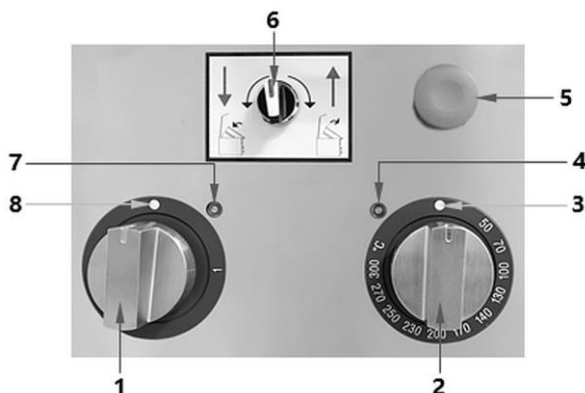

Fig. 5
1. Tournez le régulateur principal (1) en position 1 (fig. 5).
La friteuse basculante équipée d'un Dispositif basculant à moteur électrique dispose d'un bouton d'arrêt d'urgence rouge (5) situé à l'avant (fig. 5), qui permet d'interrompre le fonctionnement à tout moment en cas de dysfonctionnement de l'appareil ou de situation d'urgence.
1. Appuyez sur le bouton d'arrêt d'urgence (5) pour bloquer le fonctionnement de l'appareil.
Le dispositif basculant à moteur électrique permet de lever ou d'abaisser le creuset pour le vider facilement en actionnant l'interrupteur (6, fig. 5).